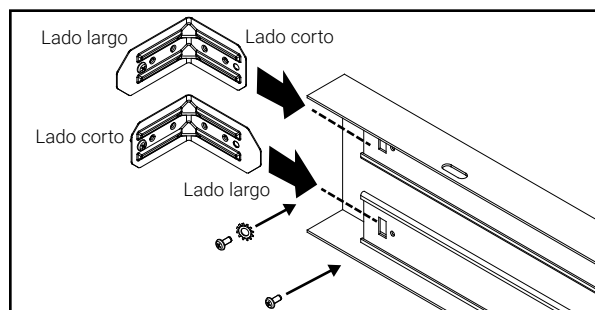

Figura 1
3. Introduzca **el lado corto del soporte** en la ranura superior del panel B del SMK. Introduzca **el lado largo del soporte** en la ranura inferior del panel B del SMK (Figura 1). Asegure con sujetadores. Debe instalar la arandela de seguridad primero en el panel B. **Repita** el proceso con el panel de acceso A.